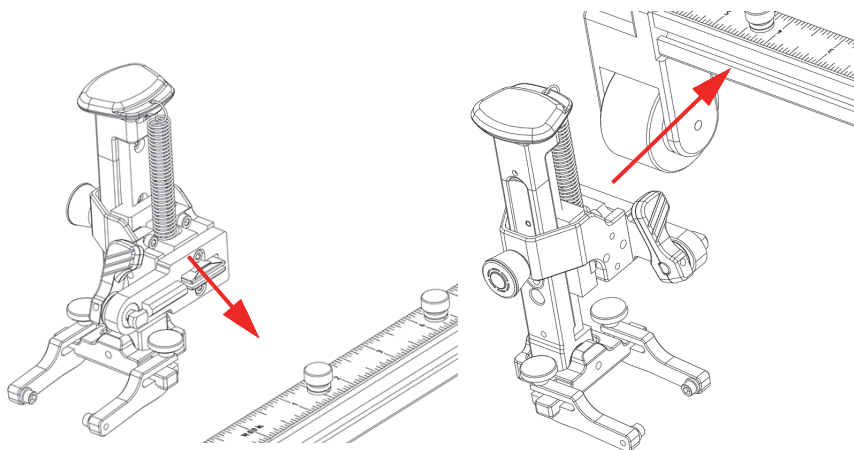

Figura 2-11 Alinhamento do suporte da sonda com o slot do trilho
2. Alinhe o suporte da sonda com o slot do trilho, garantindo que ambos estejam paralelos um ao outro (Figura 2-11 na página 44).